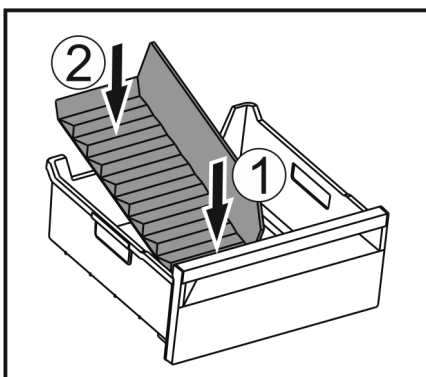

Fig. 189
- ▶ Vorderen Teil des Eisfach-Trenners einsetzen. Fig. 189 (1)
- ▶ Hinteren Teil des Eisfach-Trenners bis zum Schubfachboden absenken. Fig. 189 (2)